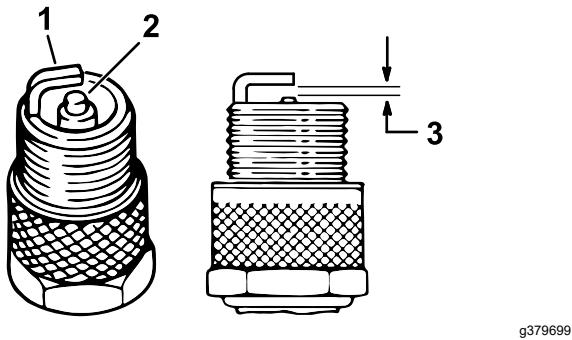

Рисунок 40
4. Проверьте состояние бокового электрода, выровняйте по центру электрод и выровняйте по центру изолятора электрода, чтобы избежать повреждений (Рисунок 40).
5. Установите воздушный зазор между центральным и боковым электродами на **1 мм для моделей с электронным впрыском топлива** или на **0,76 мм для моделей с карбюратором**, как показано на Рисунок 40.